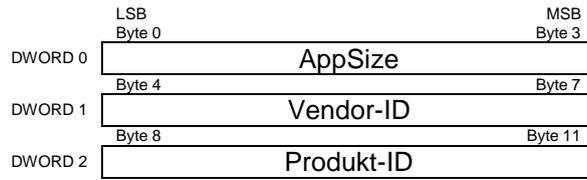

Bild 11: Lage von Vendor-ID und Produkt-ID in den Daten
- pbAppInfo\_p: Pointer auf die Daten, in denen die Vendor-ID und Produkt-ID hinterlegt sind (siehe Bild 11). Diese Daten müssen mit den AMI-Funktionen gelesen werden.